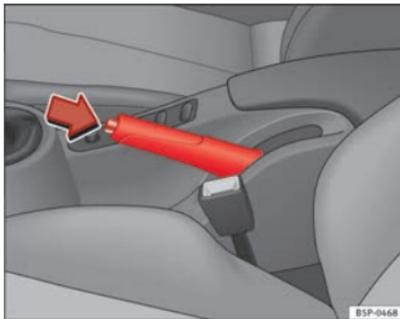

Abb. 148 Handbremse zwischen den Vordersitzen
⇒ **Abb. 148**.
- Ziehen Sie den Hebel etwas nach oben, drücken Sie die Entriegelungstaste in Pfeilrichtung ⇒ **Abb. 148** und führen Sie den Handbremshebel ganz nach unten ⇒ **△**.